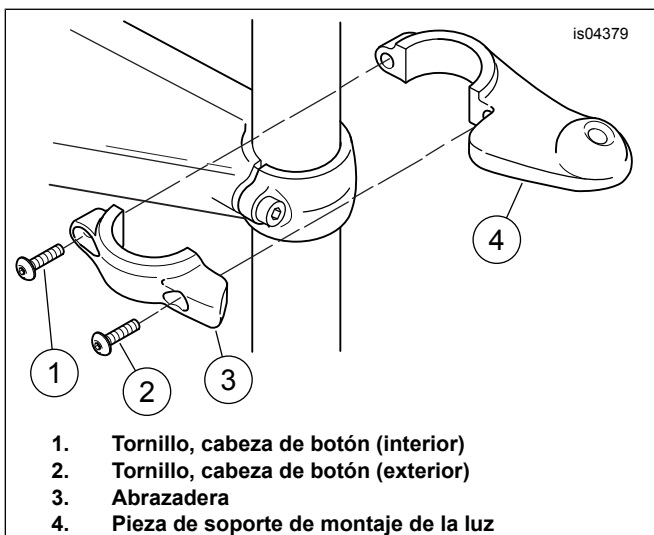

Figura 1. Instalación de la pieza de soporte de montaje en el tubo de la horquilla (se muestra el lado derecho)
5. Vea Figura 1. Ubique la pieza de soporte de montaje del lado derecho (4) y la abrazadera (3) en el tubo de la horquilla del lado derecho, como se muestra. Ajuste ligeramente con dos tornillos con cabeza de botón. Ajuste primero el tornillo externo (2), luego el tornillo interno (1) a 8–9 N·m (70–80 in-lbs).